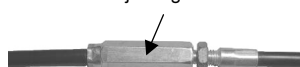

Figura 18
- 3) Ruotare il dado di regolazione in figura 18 in senso orario per serrare; o in senso antiorario per